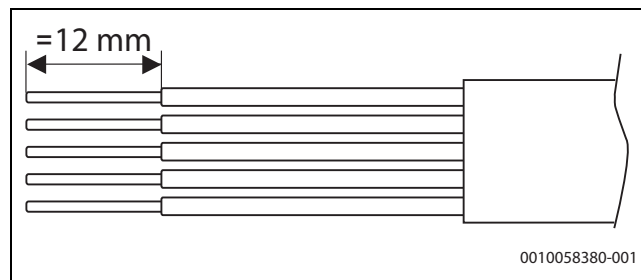

Bild 32 Abisolieren der Adern für den Netzanschluss
- ▶ Die angegebene Abisolierlänge beachten (→ Abbildung 32)